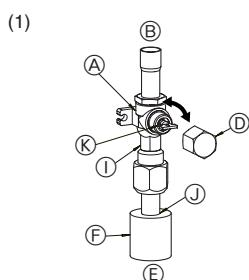
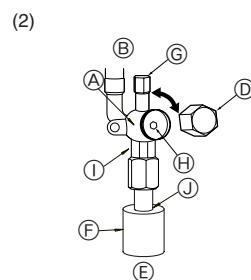

Fig. 4-5
Fig. 4-6
(1) Gasside på P71-140 (Fig. 4-5)
- ① Afmonter hætten, træk håndtaget hen imod Dem og drej en 1/4 omgang mod uret for at åbne.
- ② Kontroller, at stopventilen er helt åben, skub håndtaget ind og drej hætten tilbage til den oprindelige position.
(2) Væskeside på P71-140 (Fig. 4-6)
- ① Fjern dækslet, og drej ventilspindlen mod uret så langt som muligt vha. en 4 mm sekskantet skruenøgle. Stop med at dreje, når den når stopperen (ø9,52: ca. 10 omgang).